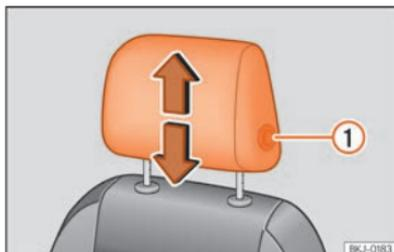
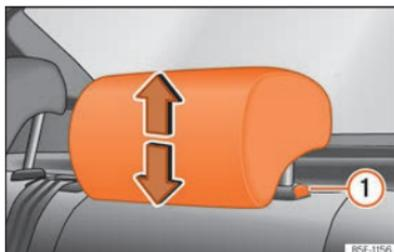

Fig. 66 Asiento delantero: regulación del apoyacabezas.
Fig. 67 Apoyacabezas trasero: regulación del apoyacabezas.
- Agarre el apoyacabezas con ambas manos por los lados y empuje hacia arriba hasta encajarlo en la posición deseada. Para bajarlo, haga la misma acción, pulsando el botón lateral ① >>> fig. 66 , >>> fig. 67.